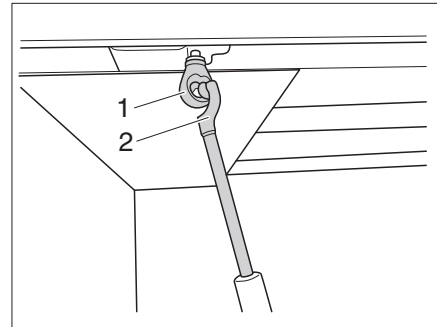

Bild 156 Höhenverstellung
- Kurbel (Bild 156,2) in die Öse (Bild 156,1) der Höhenverstellung einhängen.